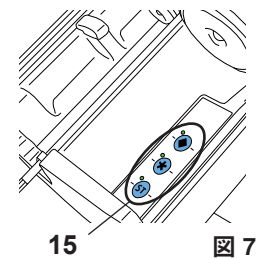

図 7
- 練和プログラムを選択するには、該当するコントロールキー(15、図7)を押します。コントロールキーの横にあるLEDランプが点灯します。